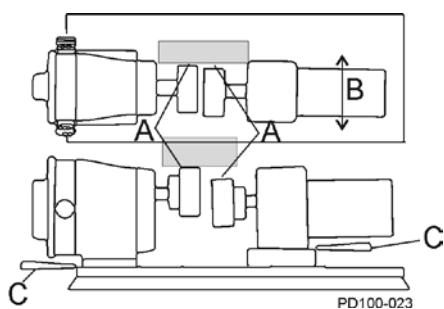

Figura 20 - Verificare aliniament paralel
2. Dacă folosiți un senzor la locația „A” ca în Figura 20, stabiliți direcția și gradul necesar de deplasare (Figura 20, articol B).